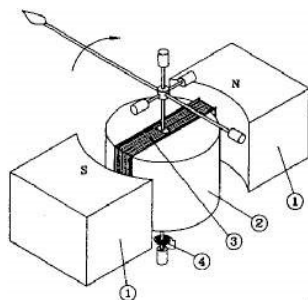

Figura 1
En la Figura 1 se puede ver la estructura interna de un instrumento de bobina móvil, que está formado por una pieza polar (1) (imán permanente), cilindro de acero (2) con bajo porcentaje de carbono, un bobinado de Cu (3), un cuadro de aluminio y los resortes recuperadores (4).-